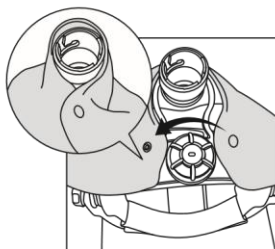

Abb. 6b
Schritt 2: Schließen Sie den Knopf an der Rückseite der verlängerten Haube (siehe Abb. 6b).